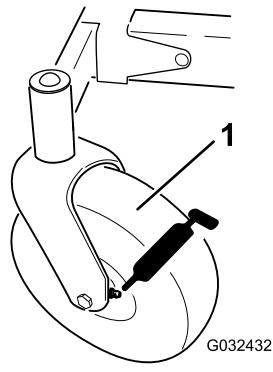

Bild 36
3. Reinigen Sie die Schmiernippel (Bild 36) mit einem Lappen.
4. Setzen Sie die Fettpresse nacheinander an allen Nippeln an (Bild 36).